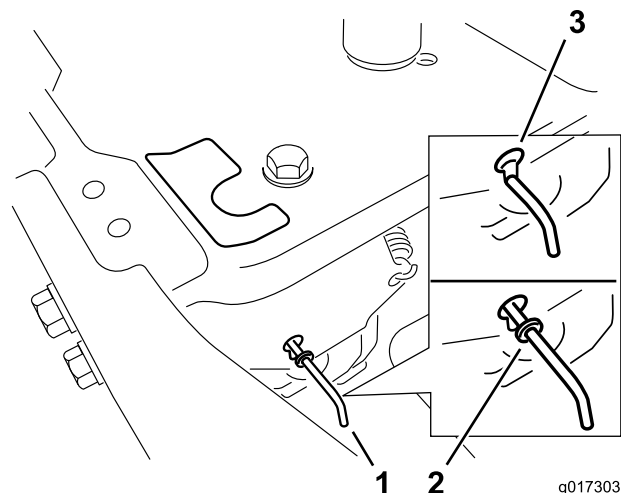

Figure 25
- Amenez les leviers de dérivation en avant dans l'encoche en trou de serrure, puis vers le bas pour les verrouiller en position, comme montré à la Figure 25. Assurez-vous de le faire pour chaque levier.
Déplacez les leviers de dérivation en arrière dans l'encoche en trou de serrure, puis vers le bas pour les verrouiller en position, comme montré à la Figure 25. Assurez-vous de le faire pour chaque levier.